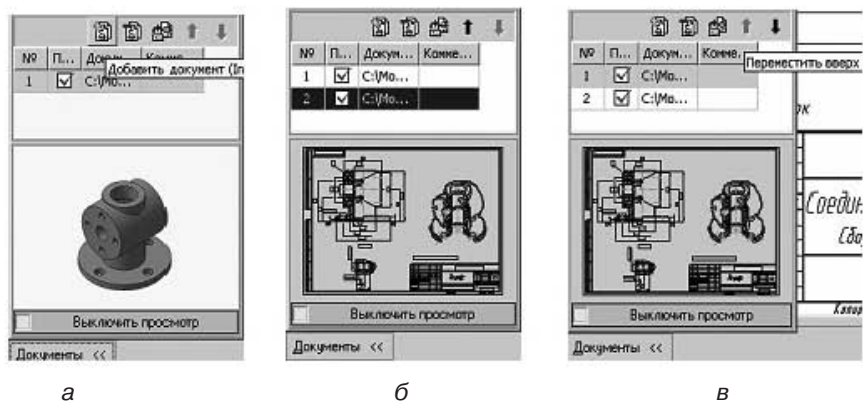

Рис. 3.30. Команды подключения рабочих чертежей к объектам спецификации
1. В спецификации выделите строку с подключаемым компонентом (например, Корпус). Откройте вкладку Документы на панели свойств. Нажмите кнопку Добавить документ (рис. 3.30, а).
3. Установите флажок Передавать изменения в документ (рис. 3.30, б). Включение этого режима позволит автоматически передавать в основную надпись рабочего чертежа наименование и обозначение документа, если они будут изменены в спецификации.
4. В списке подключенных документов чертеж должен стоять на первом месте. Убедитесь, что текущей является строка рабочего чертежа. Нажмите кнопку Переместить вверх на панели управления окна Добавить документ (рис. 3.30, в).